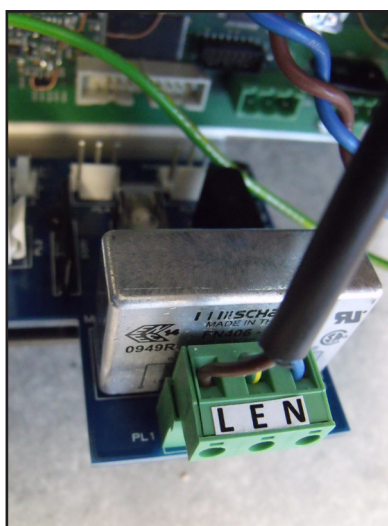

Figura 1 Connettore di alimentazione
Qualsiasi cavo di connessione elettrica dovrebbe essere a 3 poli inguainato, con un isolamento di 0,5mm minimo e classificato per 300 V. I cavi dovrebbero avere l'indicazione di Fase (F) Neutro (N) e Terra (T) sui singoli poli. Assicurarsi che i cavi utilizzati per la connessione elettrica e i connettori portacavo siano rispondenti alle specifiche indicate per garantire la sicurezza elettrica. Collegare i cavi Fase, Neutro e Terra nei terminali marcati LNE sul connettore di alimentazione mostrato in figura 1. Assicurarsi che l'alimentazione sia adeguata in termini di consumo di energia.